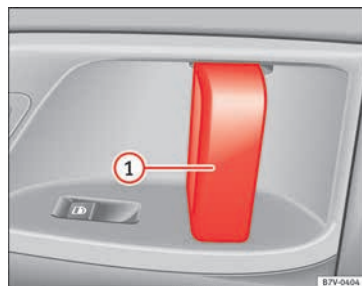

Fig. 135 En la puerta corrediza: maneta de la puerta ①.
Abbrir la puerta corrediza desde el interior.	Con la puerta corrediza desbloqueada, abra la puerta por completo tirando de la maneta interior de la misma » fig. 135 ①.